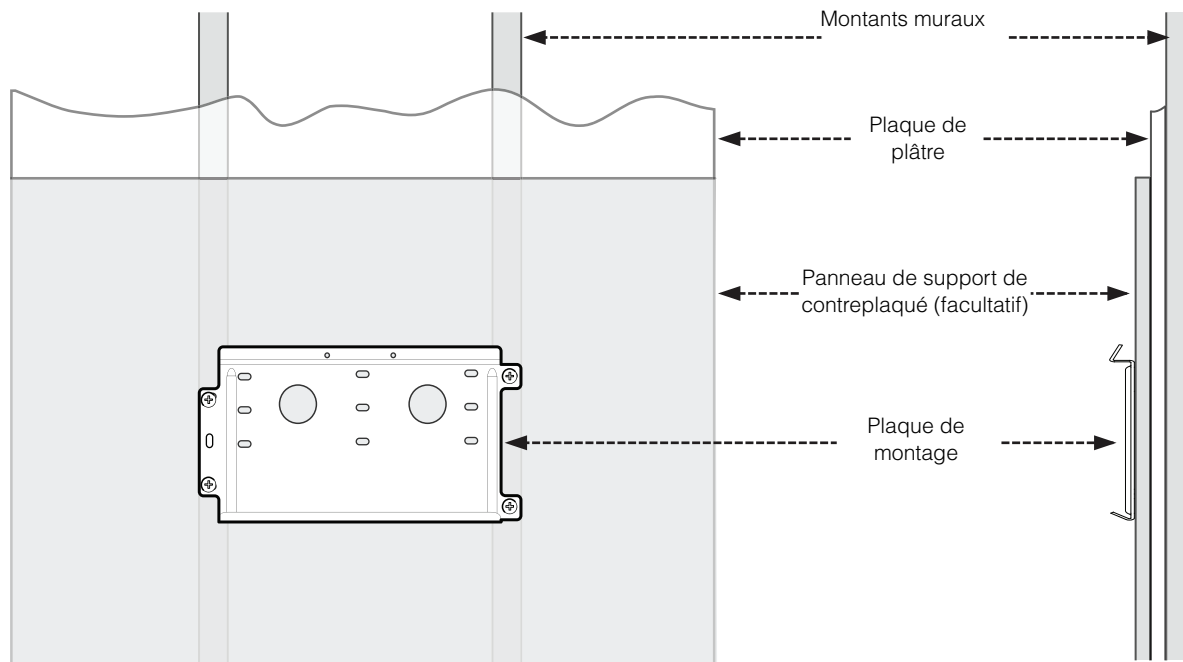

Figure 2-4 Plaque de montage centrée sur les montants muraux
3. Fixer le premier support de montage au mur en vous aidant d'un niveau. S'assurer que la plaque de montage est centrée sur les montants du mur, comme montré dans la Figure 2-4. Utiliser le matériel d'ancrage recommandé pour fixer la plaque d'ancrage (voir Tableau 2-1).